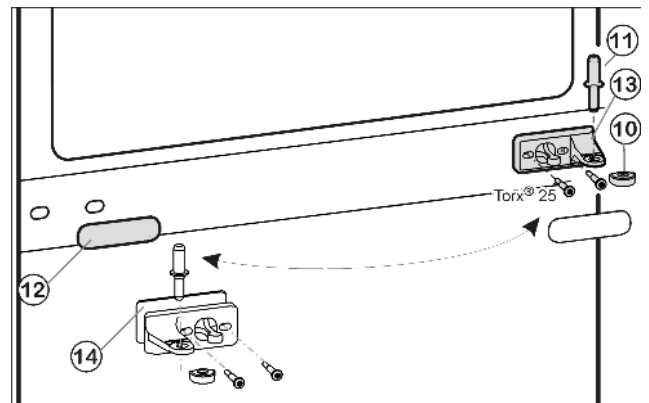
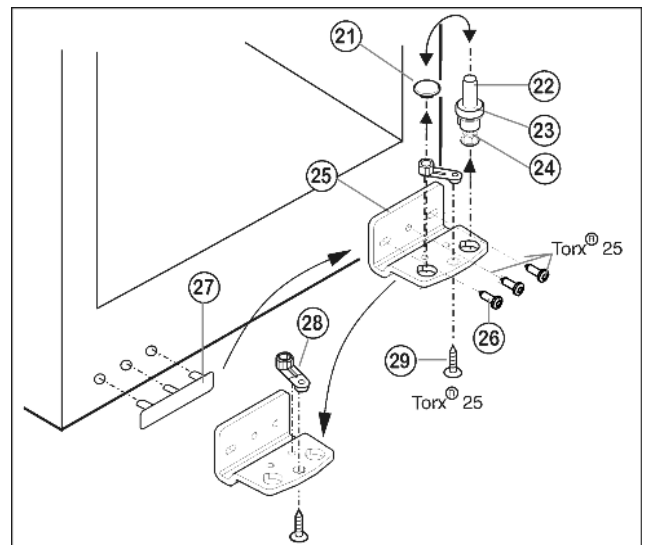

Fig. 9
Fig. 10
- ▶ Middelste lagerbout Fig. 9 (11) uit de lagerbus en de onderste deur uittrekken.
- ▶ Kunststof kapje Fig. 9 (10) afnemen.
- ▶ Middelste lagerbus Fig. 9 (13) losschroeven (2 maal Torx® 25).
- ▶ Afdekplaat Fig. 9 (12) voorzichtig afhalen.
- ▶ Middelste lagerbus Fig. 9 (13) met onderlegschijsje Fig. 9 (14) 180° gedraaid aan de nieuwe scharnierkant **goed (met 4 Nm)** vastschroeven.
- ▶ Afdekplaat Fig. 9 (12) 180° gedraaid aan de nieuwe greepzijde weer vastklikken.
- ▶ Lagerbout Fig. 10 (22) compleet met schijfje Fig. 10 (23) en stelvoetje Fig. 10 (24) naar boven eruit trekken.
- ▶ Stop Fig. 10 (21) eraf halen.
- ▶ Lagerbus Fig. 10 (25) losschroeven Fig. 10 (26).
- ▶ Lagerdeel *Fig. 10 (28)* losschroeven *Fig. 10 (29)* en in het tegenoverliggende opnamegat van de lagerbus omzetten en weer vastschroeven.
- ▶ Afdekking aan de greepzijde *Fig. 10 (27)* voorzichtig optillen en op de tegenoverliggende zijde plaatsen.
- ▶ Lagerbus *Fig. 10 (25)* aan de nieuwe scharnierzijde evt. met behulp van een accuschroevendraaier weer **goed (met 4 Nm)** vastschroeven.
- ▶ Stop *Fig. 10 (21)* weer in het andere gat aanbrengen.
- ▶ Lagerbout *Fig. 10 (22)* compleet met schijfje en stelootje weer aanbrengen. Er daarbij erop letten, dat de sluitnok naar achter wijst.
- ▶ Plaats de onderste deur van boven op de onderste lagerbout *Fig. 10 (22)*.
- ▶ Het kunststof kapje *Fig. 9 (10)* weer op de middelste lagerbus *Fig. 9 (13)* zetten.
- ▶ Middelste lagerbout *Fig. 9 (11)* op de nieuwe scharnierzijde in de onderste deur plaatsen door de middelste lagerbus *Fig. 9 (13)*.
- ▶ Bovenste deur op de middelste lagerbout *Fig. 9 (11)* zetten.
- ▶ De deuren eventueel via de beide langgaten in de onderste lagerbus *Fig. 10 (25)* en middelste lagerbus *Fig. 9 (13)* ten opzichte van de kast uitlijnen. Eerst de middelste schroef in de onderste lagerbus *Fig. 10 (25)* uitdraaien.